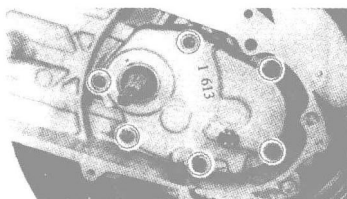

图 1-16
② 更换齿轮箱油,将磨合过程中产生的金属细屑及时清除(如图 1-16 所示)。